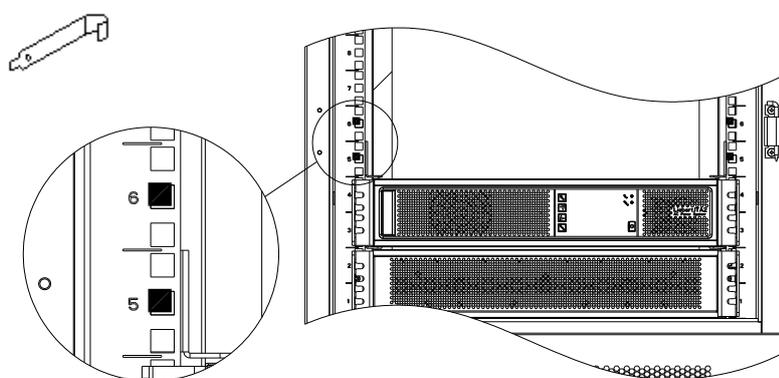

图2-20 安装电池用浮动螺母
e) 在左右立柱第 5U、第 6U 中间方孔处安装浮动螺母（4 个），如图 2-20 所示。